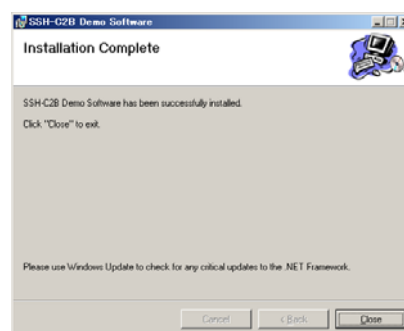

Fig.5-4
5. インストールが完了すると、次のウィンドウ (Fig.5-4) が表示されますので「Close」ボタンをクリックして下さい。